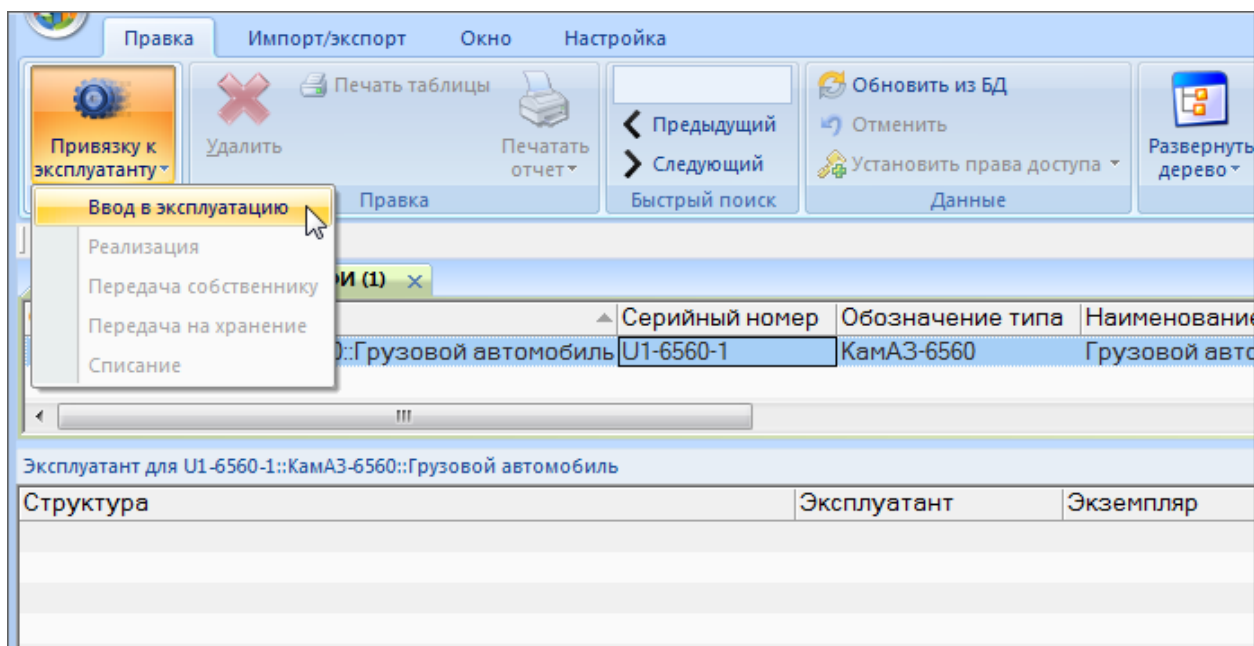

Рис. 9-15 – Создание движения экземпляра ФИ по вводу в эксплуатацию
– в открывшемся окне нажать кнопку «Привязка к эксплуатанту» и выбрать пункт «Ввод в эксплуатацию» (рис. 9-15);